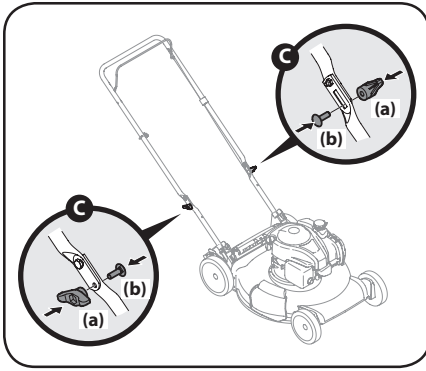

Figura 2-5
- c. Vuelva a colocar las perillas de aleta (a) y los pernos de carro (b) retirados en el paso 2 en los orificios inferiores de la manija como se muestra en la Figura 2.5.